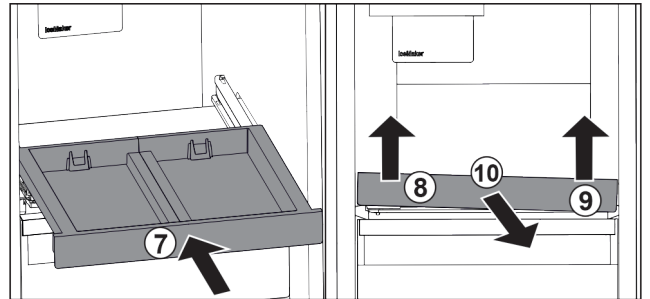

Fig. 82
- Rentrer le compartiment coulissant. Fig. 82 (7)
- Soulever le compartiment coulissant au niveau de la partie avant gauche. Fig. 82 (8)
- Soulever le compartiment coulissant au niveau de la partie avant droite. Fig. 82 (9)
- Retirer le compartiment coulissant par l'avant. Fig. 82 (10)